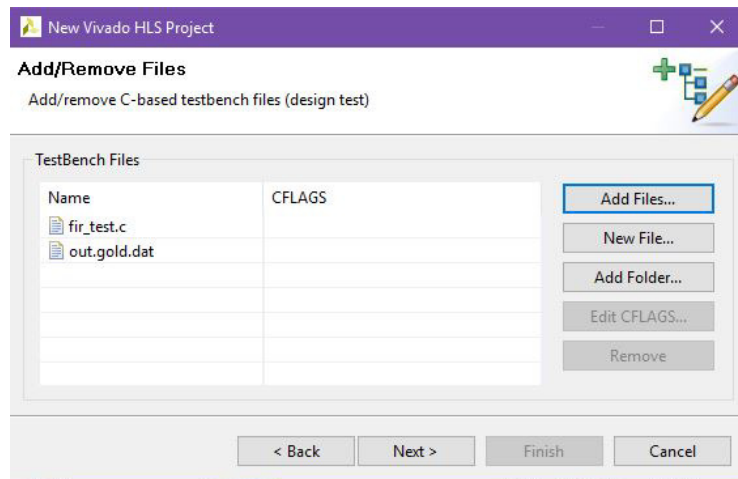

Abbildung 4: Project Testbench Files
- Im nächsten Fenster (Abbildung 4) werden die Dateien für die Testbench hinzugefügt. Dies sind C-Quelldateien (`fir_test.c`) und auch Dateien, die in der Testbench (`out.gold.dat`) benutzt werden. Wenn Sie hier nicht alle benötigten Dateien angeben, so kann die Simulation später nicht korrekt ausgeführt werden. Drücken Sie auf **Next**.